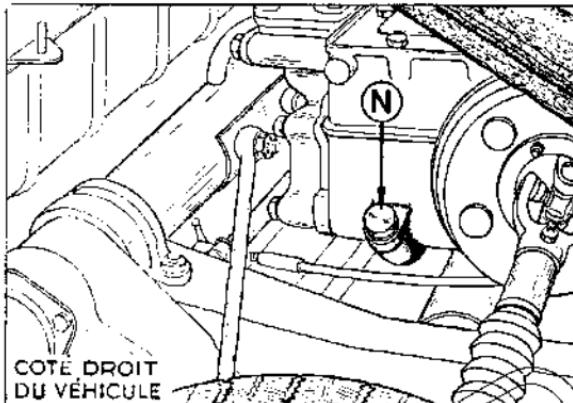

Fig. 22. — BOUCHON DE REMPLISSAGE DE LA BOITE DE VITESSES
a) vérifiez le niveau de l'huile dans la boîte (N, fig. 22). Le niveau doit arriver au ras du bouchon. Faites l'appoint s'il y a lieu (S.A.E. 80 « extrême pression ») ;
en VB) et de remettre un litre très exactement d'huile S.A.E. 80 (fig. 22).